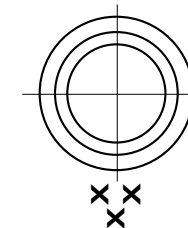

Fig. 5, en caso de punto de impacto bajo
Girando el tornillo de ajuste de la altura en dirección contraria a la indicada por la flecha (UP) hace que el punto de impacto en el blanco se desplace hacia abajo (fig. 5).